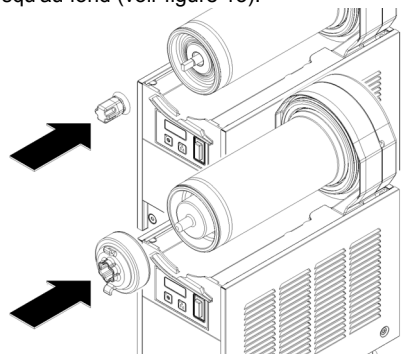

figure 13
**5** Introduire le rotor magnétique extérieur dans l'évaporateur en veillant à l'accompagner jusqu'au fond (voir figure 13).